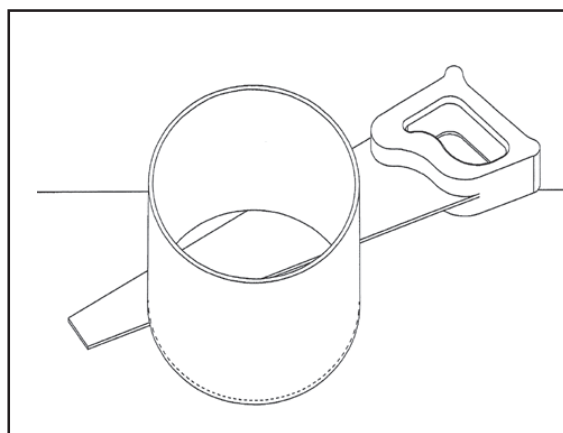

FIGURE 2
6. Couper la boîte au ras du plancher brut. (Fig. 2).
6. Recortar la caja al ras de la superficie del contrapiso. (Fig. 2).